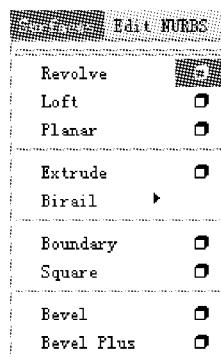

图 3-15 单击旋转命令后的图标
- (2) 选择 Surfaces 模块,单击 Surfaces(曲面)→Revolve(旋转)命令后面的图标进行设置,如图 3-15 所示。